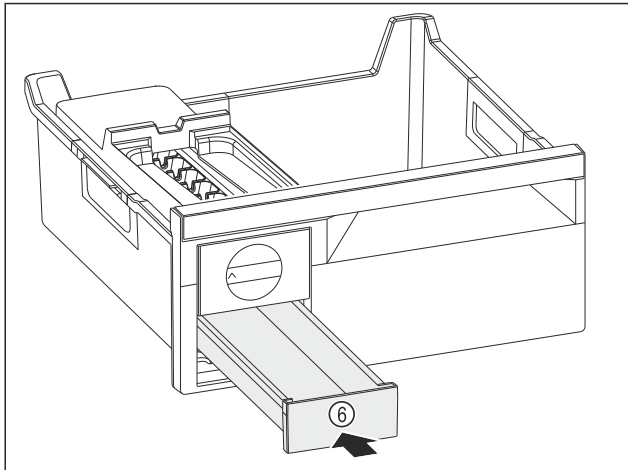

Fig. 117
- ▶ Tolja be a jégkockafiókot Fig. 117 (6).